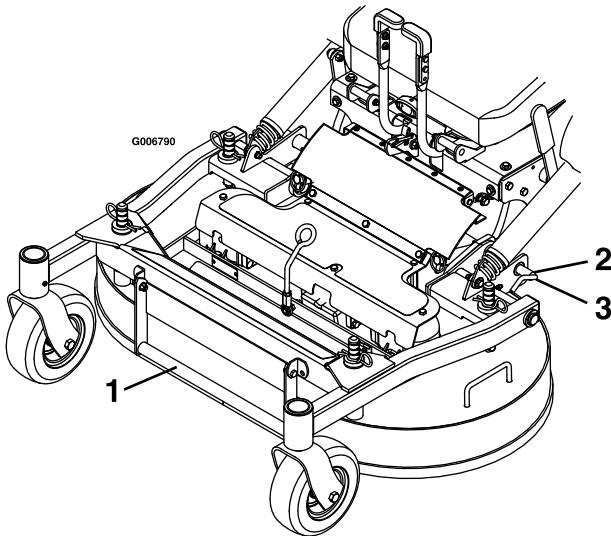

Figure 8
3. Dégarez les goupilles de verrouillage de chaque côté du tablier de coupe (Figure 8).
2. Poussez les goupilles de verrouillage vers l'intérieur et tournez-les vers l'avant pour verrouiller solidement le tablier en position abaissée (Figure 8).